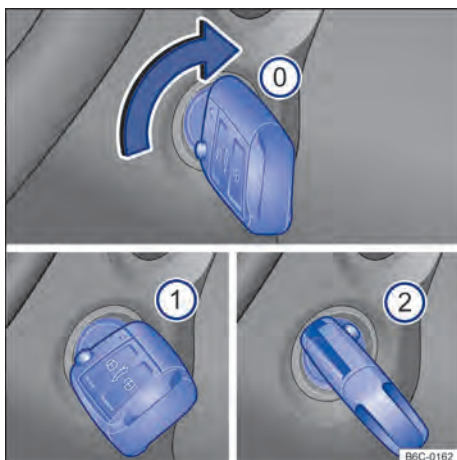

Fig. 82 Ao lado do volante, à direita: posições da chave do veículo no cilindro da ignição.
Posições da chave do veículo → Fig. 82
- *Veículos com partida aquecida:* girar a chave do veículo na posição → Fig. 82 ①. A ignição está ligada. Nesse instante a luz de controle do sistema de partida aquecida ☞ irá se acender no instrumento combinado. Aguardar que a luz de controle ☞ se apague indicando o término do aquecimento do combustível (esta ação poderá ser necessária em condições de partida com o motor frio).
- Girar a chave do veículo no cilindro da ignição para a posição → Fig. 82 ② – não acelerar. Quando o motor começar a funcionar, soltar a chave do veículo no cilindro da ignição.
- *Veículos com partida aquecida:* girar a chave do veículo no cilindro da ignição para a posição → Fig. 82 ② para dar partida no motor – não acelerar. Caso a etapa 5 não seja respeitada, a luz de controle ☞ irá piscar indicando a necessidade de interromper o procedimento de partida e repeti-lo após retornar a chave para a posição → Fig. 82 ① e aguardar aproximadamente 10 segundos.